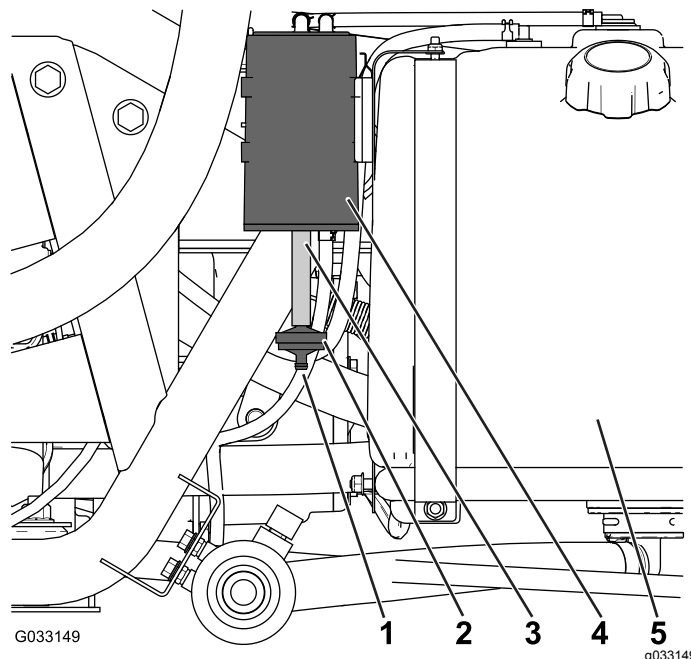

Figure 47
Vérifiez par l'ouverture au bas du filtre à air de la cartouche de charbon actif qu'il est propre et exempt de débris et d'obstructions (Figure 47).
1. Détachez le raccord cannelé du filtre à charbon actif situé sur le flexible au bas de la cartouche de charbon actif, et déposez le filtre (Figure 47).